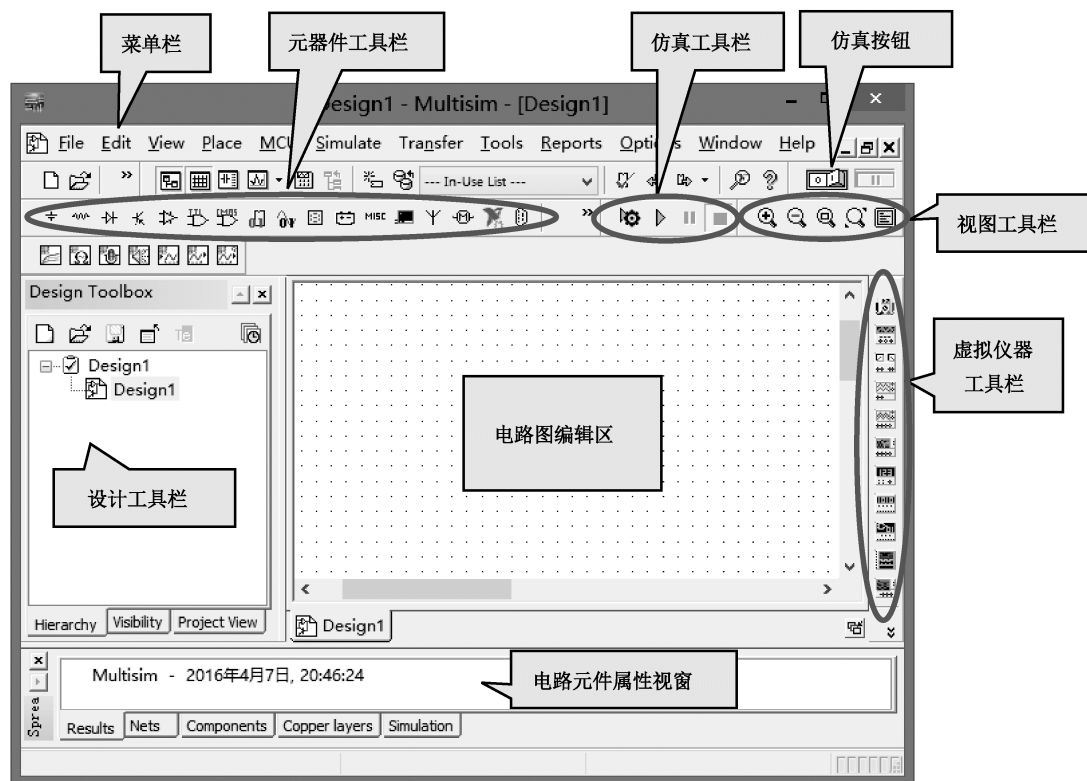

图 4.1.3 Multisim 13 的用户界面
(2) 图 4.1.3 所示的是 Multisim 13 的用户工作界面，包括菜单栏、仿真工具栏、虚拟仪器工具栏、元器件工具栏、仿真按钮、状态栏、电路图编辑区等组成部分。